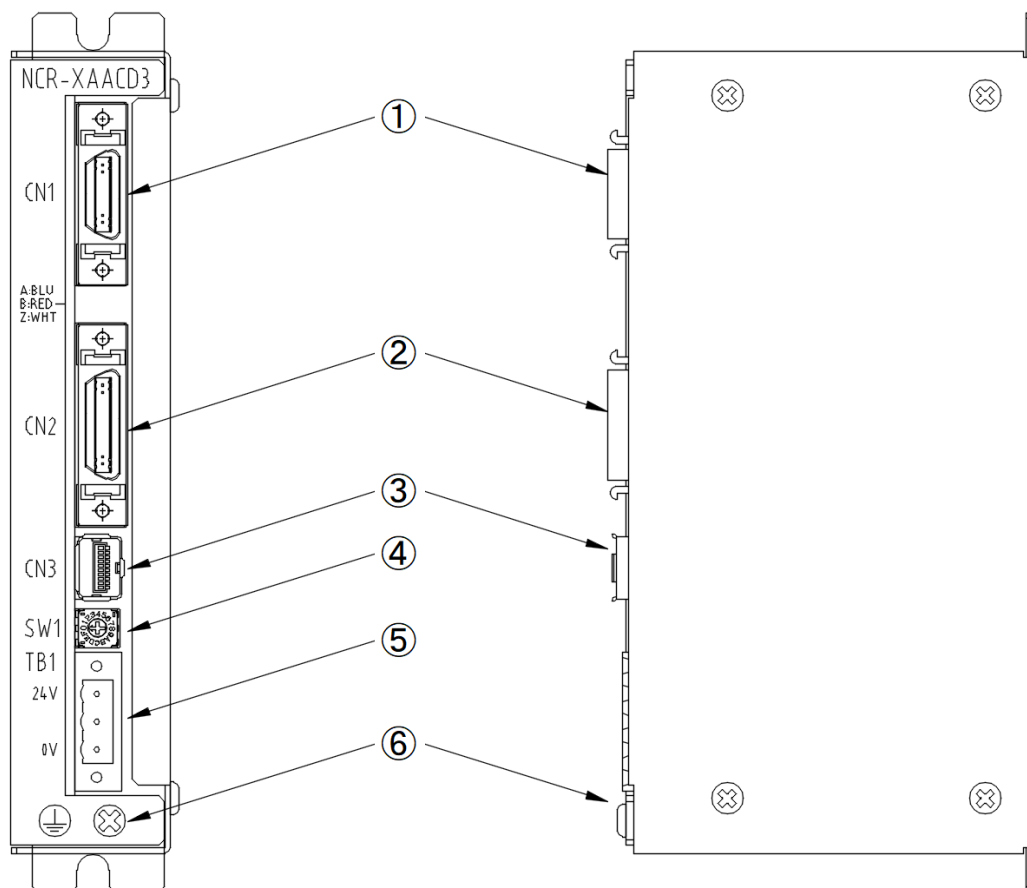
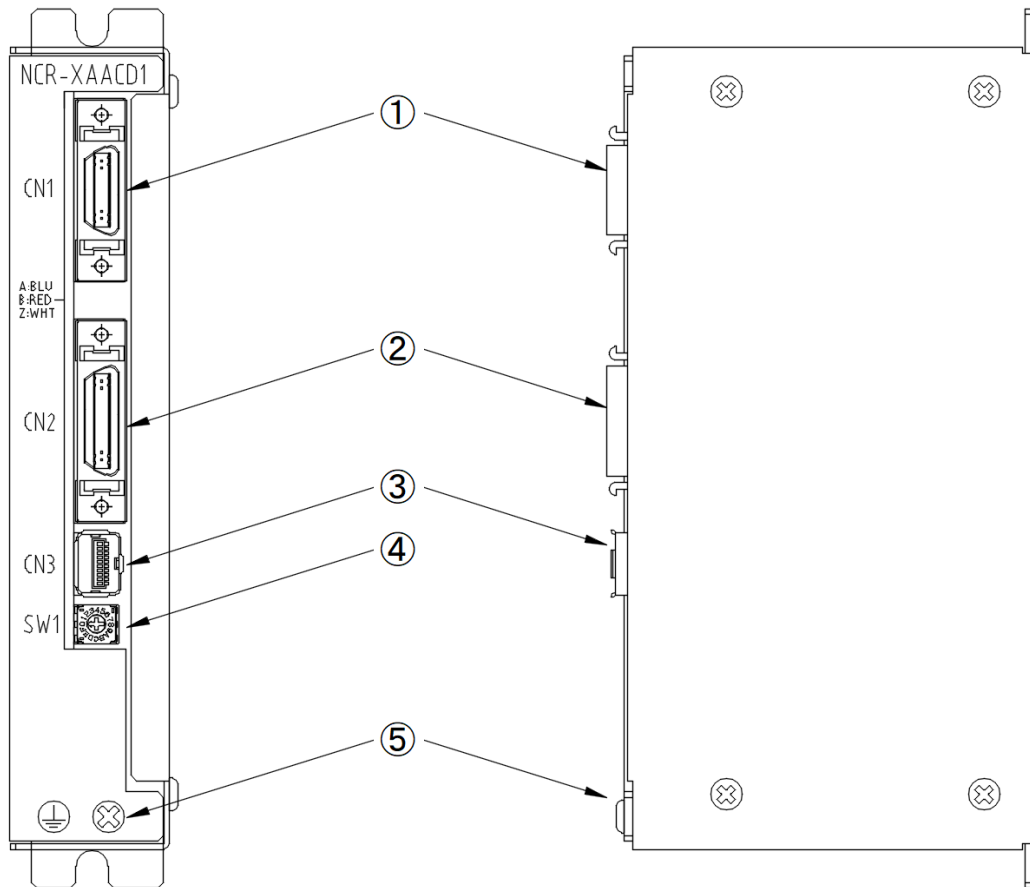

図 5-3 NCR-XAACD3B の概略図
図 5-4 NCR-XAACD1B の概略図
NCR-XAACD3B の概略図を図 5-3 NCR-XAACD3B の概略図に示します。また、各部の名称および機能を「表 5-1 NCR-XAACD3B 各部の名称と機能」に示します。
NCR-XAACD1B の概略図を「図 5-4 NCR-XAACD1B の概略図」に示します。また、各部の名称および機能を「表 5-2 NCR-XAACD1B 各部の名称と機能」表 5-2 NCR-XAACD1B 各部の名称と機能に示します。
分周率は、分周率設定スイッチ：SW1（図 5-3 および図 5-4 の④で示すロータリーディップスイッチ）の切り替えにより 9 種類の分周比に設定可能です。